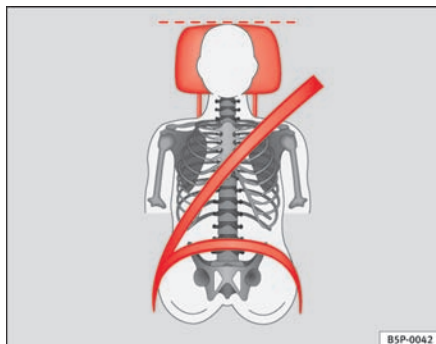
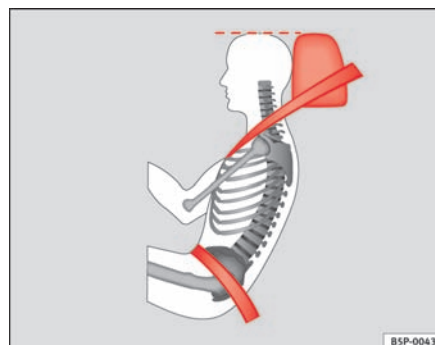

Fig. 84 Set forfra: Hovedstøtten er indstillet korrekt, og sikkerheds-selen er placeret rigtigt.
Fig. 85 Set fra siden: Hovedstøtten er indstillet korrekt, og sikkerheds-selen er placeret rigtigt.
- Indstil hovedstøtterne således, at hovedstøttens øverste kant er på højde med den øverste del af dit hoved ⇒ fig. 84 og ⇒ fig. 85.